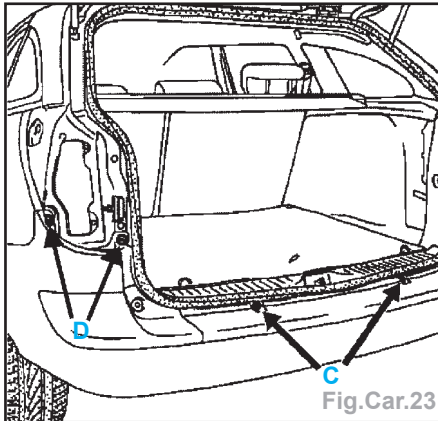

Fig.Car.23
- les vis (B) et les deux agrafes (C) (Fig.Car.23),
- Appliquer du mastic de bourrage autour des fixations supérieures (B) (Fig.Car.23).